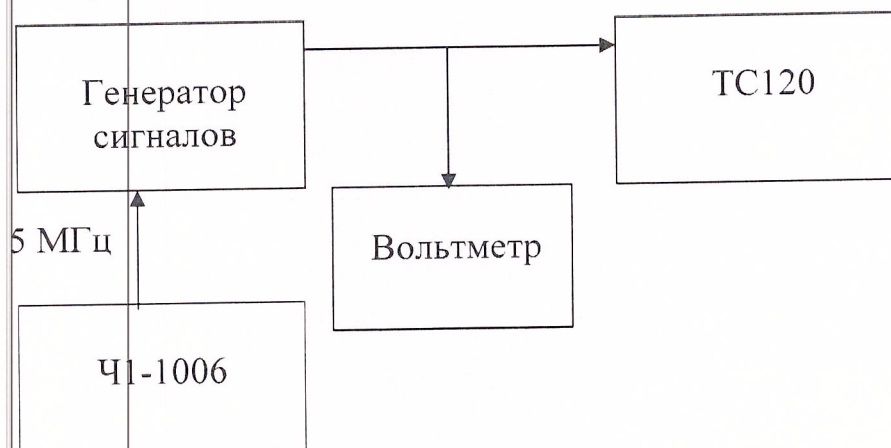

Рис.5.
8.3.3.1. Собрать рабочее место согласно рис.5.